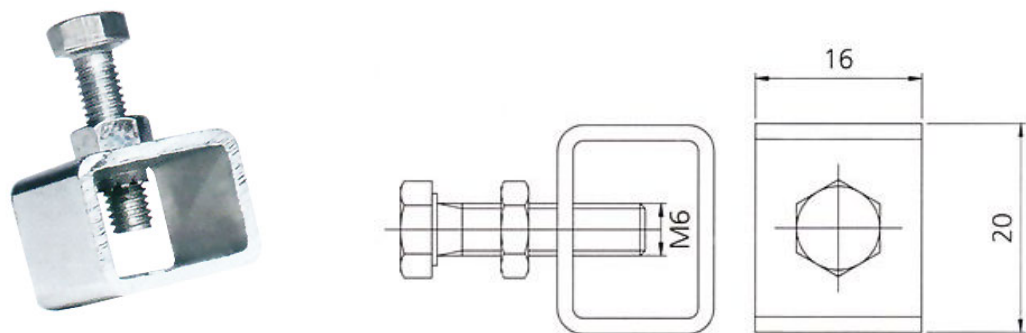

Рисунок 21 – Общий вид стыковочного зажима для коробов с непрерывной медной полосой.
3.20. Характеристика стыковочного зажима для коробов с непрерывной медной полосой (см. рис.21):